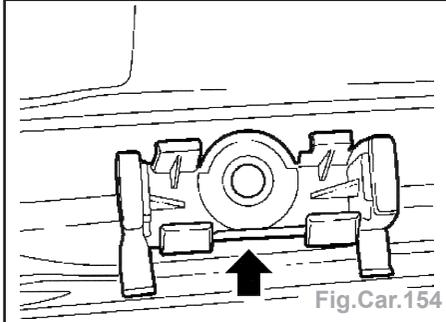

Fig.Car.154
- Enlever par perçage le support de la baguette du toit (Fig.Car.154).